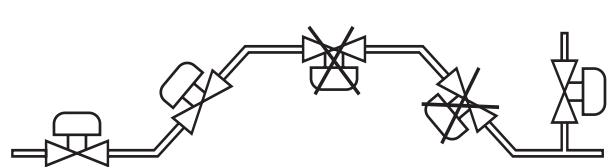

Рис. 2
4.2.6 Произведите монтаж регулятора на трубопровод в соответствии с рекомендацией по расположению регулятора на трубопроводе (рис. 2).